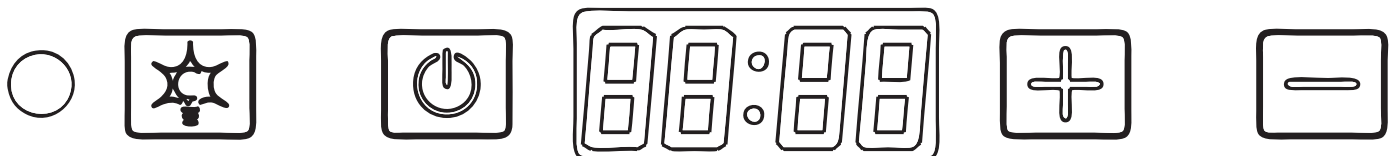

Рис.5
**7.1.1** На декоративному склу Вашої витяжки знаходиться сенсорний перемикач режимів роботи двигуна і ламп освітлення (рис.5):